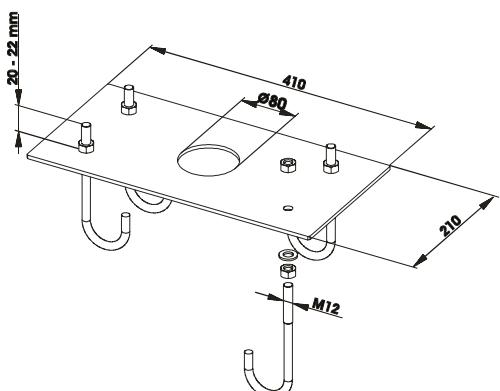

Fig.5
- Ensamen la placa de cimentación tal y como se indica en la fig.5.